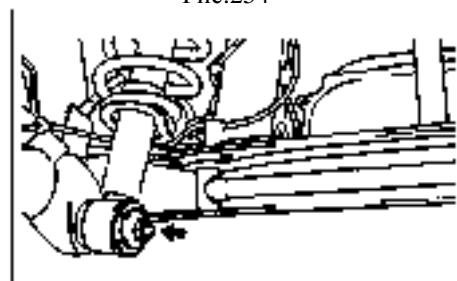

Рис.254
- (а) Установите заднюю стойку и временно закрепите гайки и прокладку (рис.254).